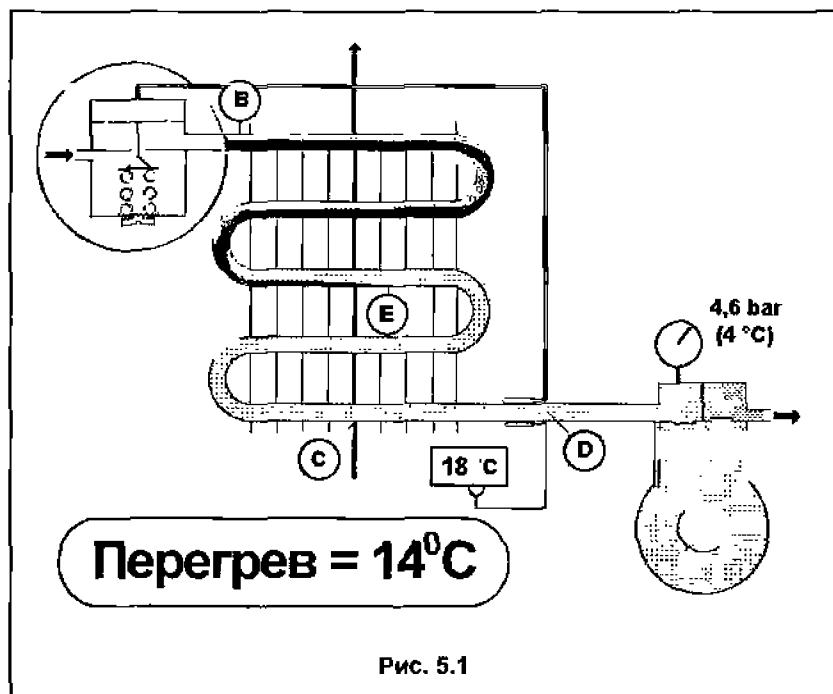

Рис. 5.1
**Пояснение:** При нормальной работе холодильного контура последние молекулы жидкости испаряются в точке С (см.рис.5.1).
В случае нехватки хладагента в испарителе, когда последние молекулы жидкости испаряются, например, в точке Е, длина участка трубопровода, заполненного только парами, возрастает (на рис.5.1 это участок Е-Д), что приводит к значительному перегреву. При этом замер температуры в точке Д может дать значение 18°C, то есть перегрев составит 14°C.